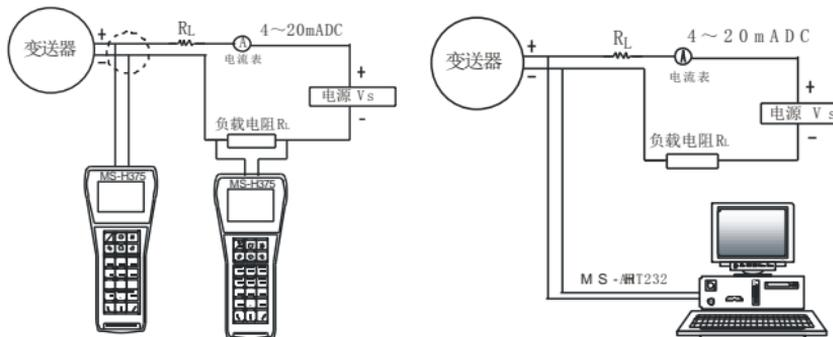

图 9
c) HART[®]协议型变送器与手操器连接的两种接线方式见图 9。